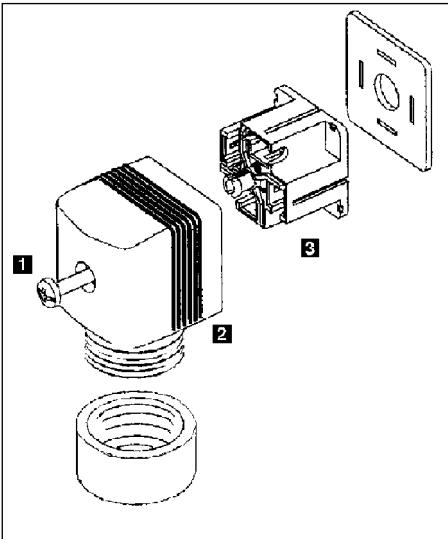

Fig. 3.2 Assemblage du connecteur 2508
Le transmetteur de conductivité doit être installé de préférence dans une conduite horizontale, ($\pm 90^\circ$) vers le haut (voir fig. 3.2). Il peut également être monté sur des réservoirs à travers la paroi à l'aide de raccords à souder.
1. Pour ouvrir le connecteur, dévissez les vis 1 et 2 (voir fig. 3.2).